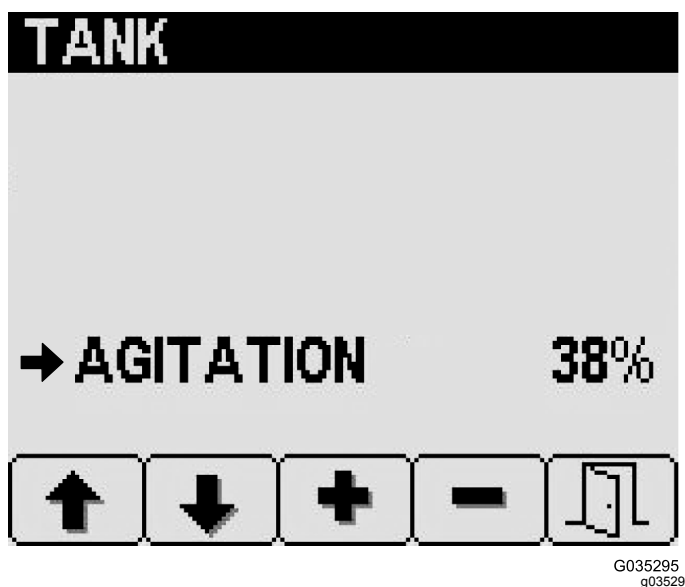

図 24
2. タンク Tank 画面でボタン2を何度か押して攪拌 Agitation へ移動する 図 24。
3. ボタン 3 (増加) とボタン4 (減少) で攪拌に使用する流量のパーセントを設定する (図 24)。